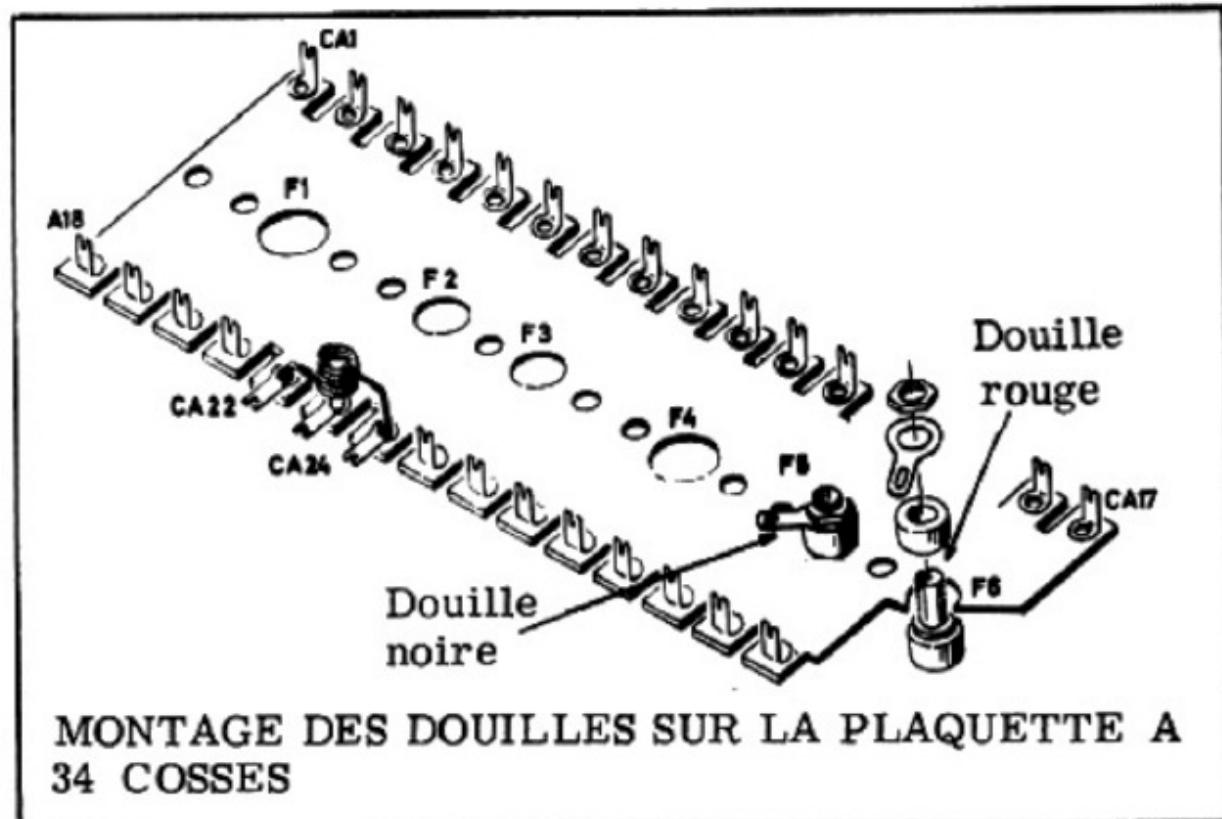

Figure 7
c) Montez une douille noire avec une cosse dans l'ouverture F5 et une douille rouge, munie également de sa cosse dans l'ouverture F6 de la plaquette. Pour le montage des douilles et l'orientation des cosses référez-vous à la figure 7.